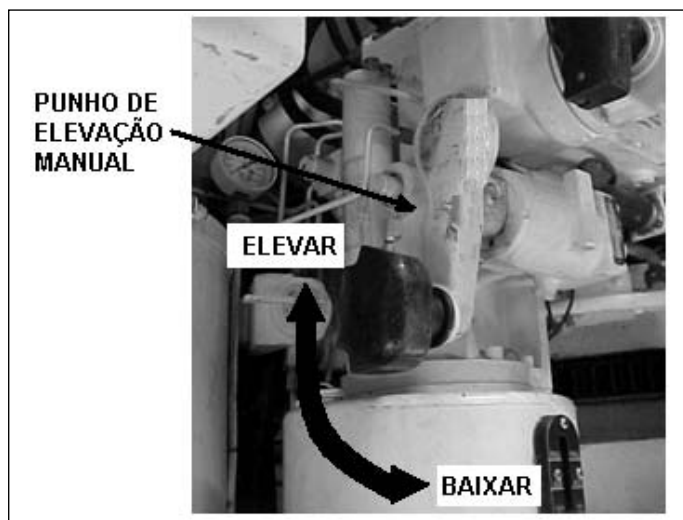

Fig 4-106. Punho de elevação manual
(2) Punho de elevação manual (Fig 4-106)